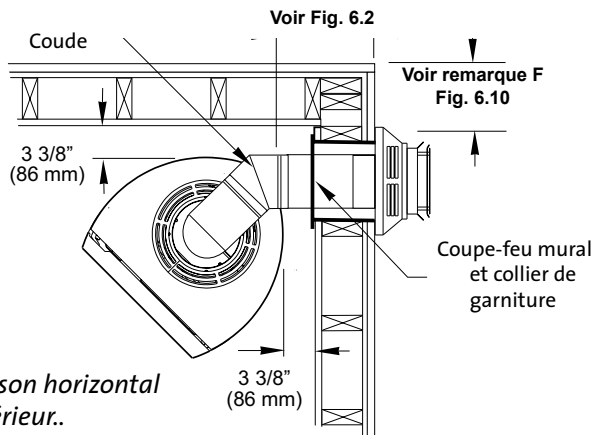

Figure 6.6.
- Le chapeau de cheminée horizontale doit maintenir un dégagement minimal de 3 pi (76 mm) de tout élément combustible en saillie dépassant (du bâtiment) de 2 1/2 po (64 mm) ou moins. Tout élément en saillie dépassant de plus de 2 1/2 po (64 mm) du bâtiment exige un dégagement de 12 po (30 cm) du bord de la terminaison d'évacuation. Voir fig. 6.6.